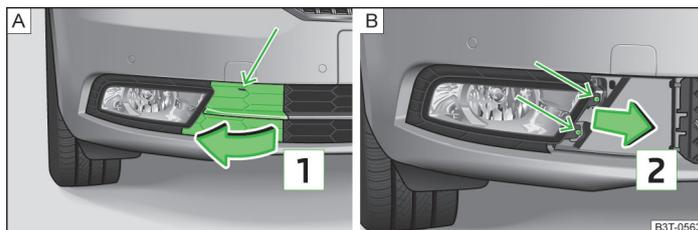

Abb. 205 Vorderer Stoßfänger: Schutzgitter / Nebelscheinwerfer ausbauen
- › Das Schutzgitter im Pfeilbereich » Abb. 205 - [A] mithilfe des Bügels zum Abziehen der Radvollblenden » Seite 238, Bordwerkzeug lösen.
- › Den Nebelscheinwerfer » Abb. 205 - [B] mit dem Schraubendreher aus dem Bordwerkzeug abschrauben.
- Abb. 205 - **B** einsetzen und festschrauben.